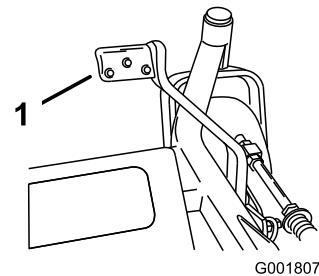

Figura 27
2. Pressione enquanto puxa a alavanca da altura de corte (Figura 27).